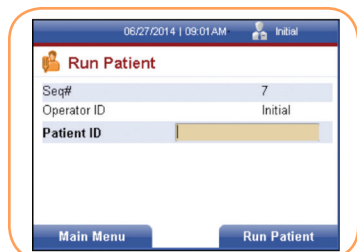

FIGURA 37
1. Pulse la tecla programable derecha para seleccionar el icono Procesar paciente. Se mostrará la pantalla Procesar paciente (Figura 37).